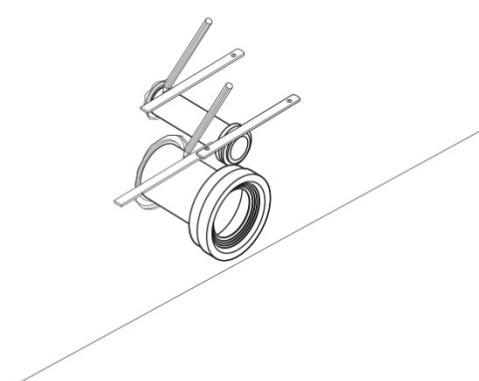

рис. 4
4. Выньте заглушки из инсталляции и установите в стену патрубки для впускного и выпускного отверстия. Сделайте отмечки согласно рис.4. По трубе меньшего диаметра подается вода из бачка, трубка большего диаметра предназначена для слива воды в канализацию.